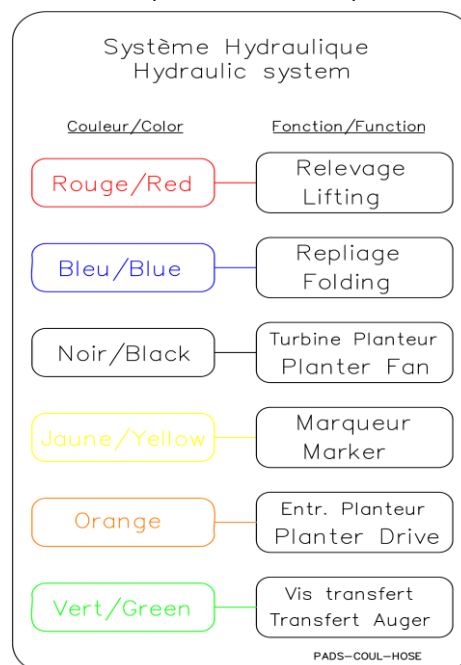

Figure 3
9. Raccorder tous les flexibles hydrauliques au tracteur. Chaque flexible est identifié par un code couleur pour déterminer sa fonction [figure 3]. Assurez-vous de bien prendre en note quelle fonction est associée avec quel distributeur (sorties d'huiles) sur le tracteur.